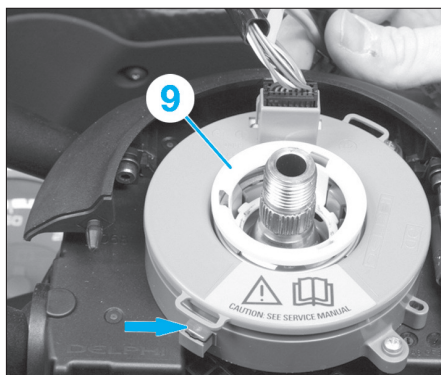

Fig. 7
Si on réutilise le contacteur tournant veiller à ne pas appuyer sur le joint (9) du contacteur tournant, pour ne pas faire tourner la bague supérieure par rapport à la bague inférieure et compromettre le bon fonctionnement du contacteur tournant. Il est conseillé d'attacher les deux bagues supérieure et inférieure entre elles à l'aide d'un collier "Rilsan" en (flèche) (Fig.7).
- Si l'on doit monter un nouvel ensemble de commandes sous volant, déposer la languette (flèche) fixant les deux bagues, appliquée sur les attaches (Fig.7).